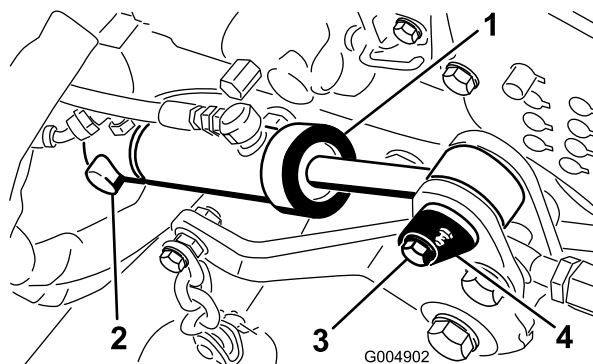
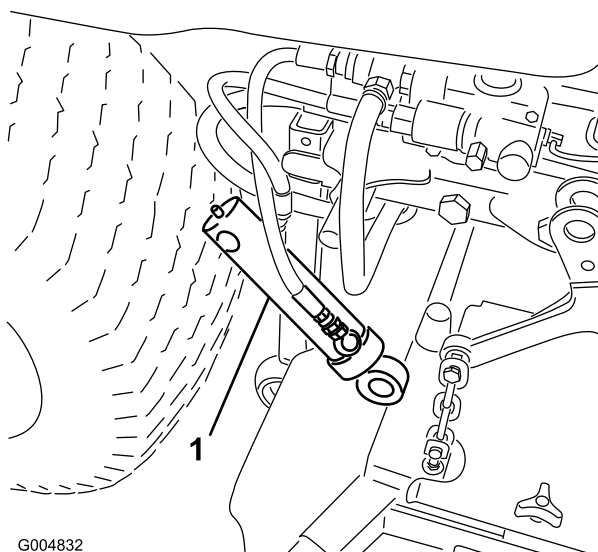

Figura 100
Figura 101
8. Retire el anillo de retención que sujeta el extremo trasero del cilindro de elevación de la carcasa al pasador de giro (Figura 100).
9. Retire el tornillo que sujeta el pasador de giro delantero del cilindro al bastidor de la carcasa de corte (Figura 100). Retire la brida que sujeta la manguera de presión y la manguera del depósito.
10. Retire el pasador de giro delantero y retire el cilindro del pasador trasero (Figura 100). Deje que el cilindro cuelgue de las mangueras sin estorbar (Figura 101).